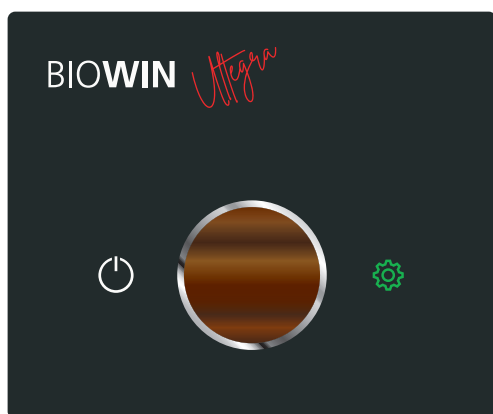
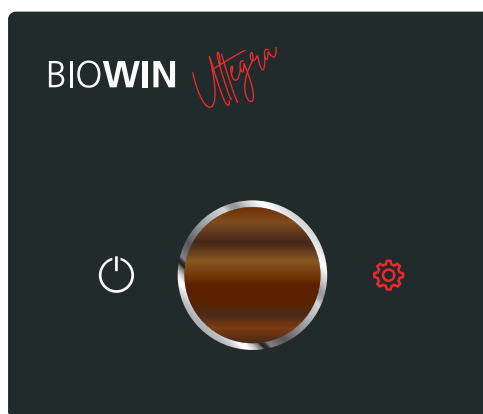
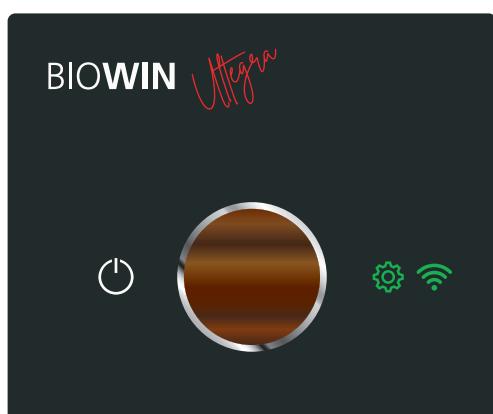
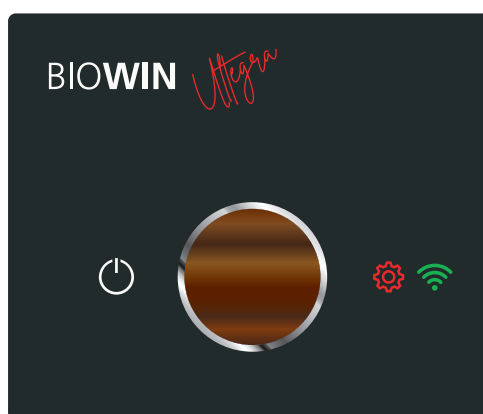

Fig. 52 Visualizzazione con connessione a Internet
Fig. 53 Visualizzazione con connessione a Internet
Fig. 54 Visualizzazione con connessione diretta, in aggiunta con il simbolo 📶
Fig. 55 Visualizzazione con connessione diretta, in aggiunta con il simbolo 📶
- ▶ Ruotare il pulsante myMagic sul simbolo Impostazioni ⚙️ (Fig. 52) e tenerlo premuto per circa 3 secondi, il simbolo ⚙️ diventa rosso – Fig. 53. Per la connessione diretta, viene visualizzato anche il simbolo 📶 – Fig. 54, Fig. 55. Gli attuatori possono poi essere testati con l'APP per il riscaldamento Windhager "myComfort".